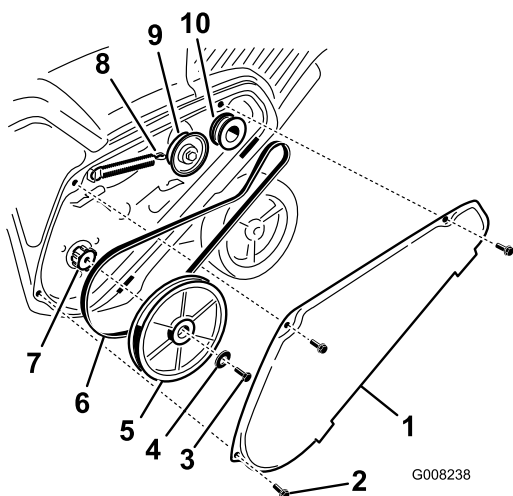

Figura 34
1. Retire los 3 pernos que sujetan la cubierta de la correa de transmisión, y retire la cubierta, según se muestra en Figura 34.
2. Desenganche el muelle del freno del brazo tensor para aliviar la tensión de la correa (Figura 34).
3. Retire el tornillo y la arandela curva que sujetan la polea del rotor (Figura 34).
4. Retire la polea del rotor y la correa de transmisión (Figura 34).
Nota: Enrute la correa de transmisión primero alrededor de la polea del motor, luego la polea tensora, y por último alrededor de la polea suelta del rotor situada justo encima del eje del rotor (Figura 34).
6. Instale la polea del rotor en el eje del rotor (Figura 34).
7. Instale la arandela curva y el perno de la polea del rotor y apriételos firmemente (Figura 34).